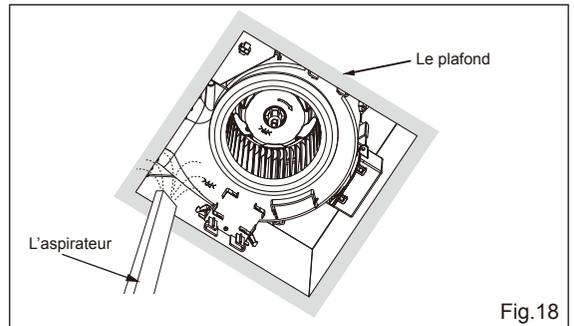

Fig.18
4. Enlevez les saletés et les poussières du corps de ventilateur avec un aspirateur. (Fig.18)